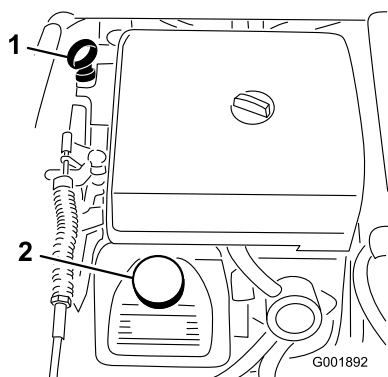

Figure 50
2. Retirez la jauge et essuyez-la sur un chiffon propre (Figure 50). Remettez la jauge dans le tube en vérifiant qu'elle est enfoncée au maximum. Sortez de nouveau la jauge et vérifiez le niveau d'huile.
3. Si le niveau est trop bas, enlevez le bouchon de remplissage du couvre-culasse (Figure 50) et versez la quantité d'huile nécessaire dans l'orifice pour faire monter le niveau jusqu'au repère maximum de la jauge. Versez l'huile lentement et vérifiez souvent le niveau durant la procédure. Ne remplissez pas excessivement.
8. Versez lentement environ 80% de la quantité d'huile spécifiée dans le goulot de remplissage (Figure 50).